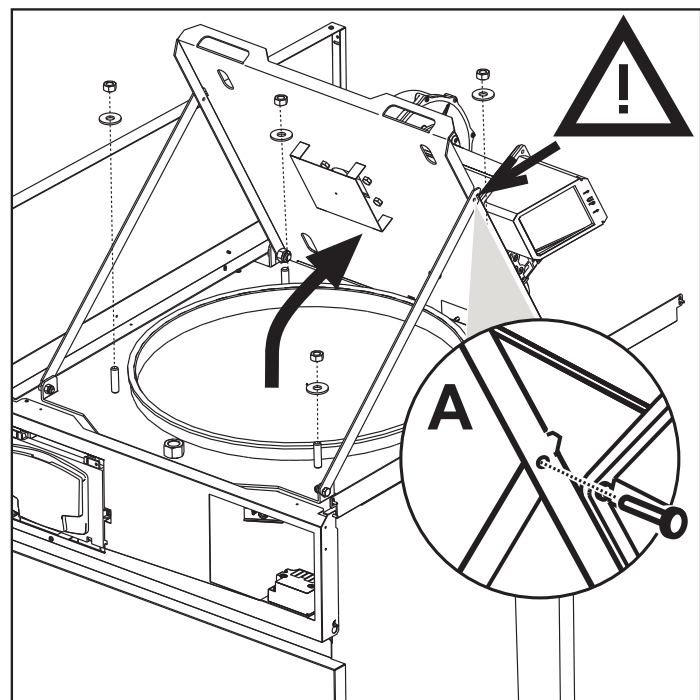

рис. 69
2. Снимите четыре гайки с шайбами (рис. 69).
3. Откройте дверцу горелки (рис. 69).
Открыв дверцу горелки и зацепив ее на опорные кронштейны, необходимо вставить штифт в предохранительное отверстие (поз. **A** - рис. 69), чтобы избежать риска ее случайного открепления во время операций по техобслуживанию.